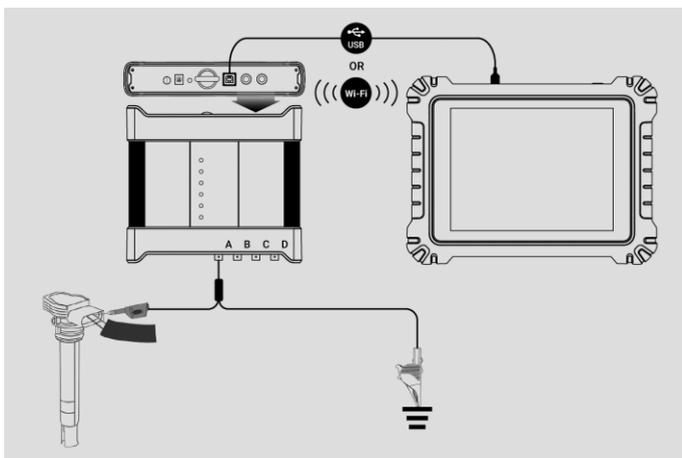

図 7-1 接続図のサンプル
1. 該当するテストリードまたはプローブ端子の端を入力チャンネルに挿入して、接続を完了します (図 7-1 を参照)。